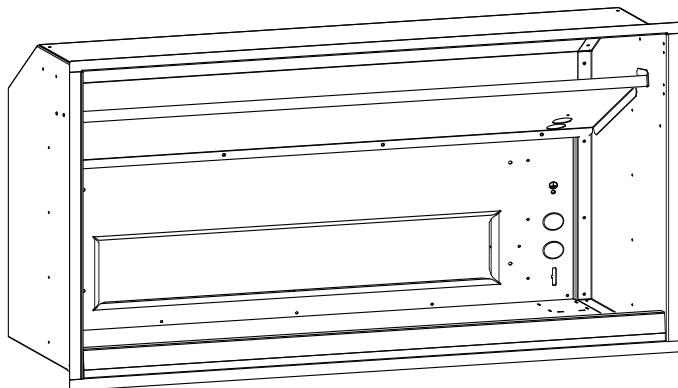

Figura 13: Como quitar la pieza principal
- Quite la pieza principal (Figura 13).